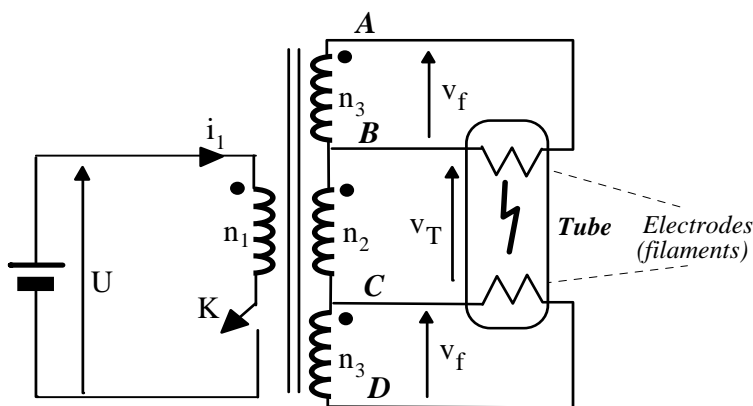
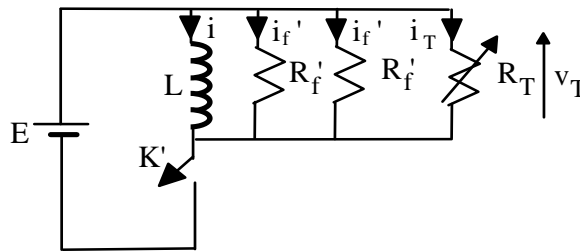

Figure 1
Figure 3
La figure 1 représente la structure de l'alimentation électronique d'un tube fluorescent. L'étage redresseur d'entrée n'est pas représenté : la tension U est supposée continue et égale à 300V.
• On suppose dans la suite que, pour le couplage magnétique à 3 enroulements de la figure 1, les fuites et les pertes magnétiques sont négligeables, ainsi que la résistance des bobinages. De plus, la perméabilité du circuit magnétique sera supposée constante et on notera R la réluctance correspondante. On pose $m = \frac{n_2}{n_1}$ et $m' = \frac{n_3}{n_1}$.
1 – Montrer que la figure 3 peut constituer un schéma équivalent de l'alimentation de la figure 1, lorsque tous les éléments du circuit sont ramenés au secondaire (n_2) du couplage magnétique. On